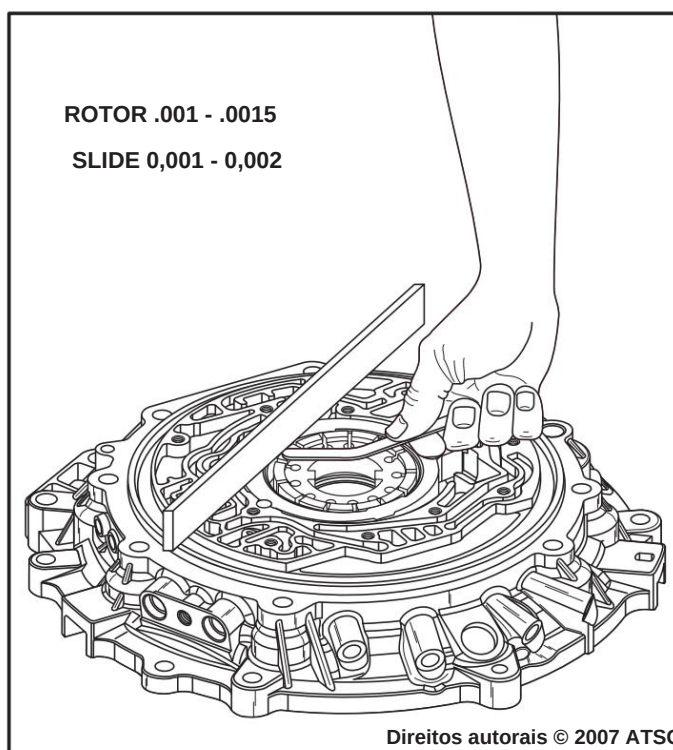

Figura 65
20. Coloque uma régua na superfície sobre a corrediça e o rotor, conforme mostrado na Figura 65.
21. Meça a folga entre a corrediça e a régua, conforme mostrado na Figura 65. A folga deve ser de 0,001" a 0,002" sem vedações na corrediça.
22. Meça a folga entre o rotor e a régua, conforme mostrado na Figura 65. A folga deve ser de 0,001" a 0,0015"